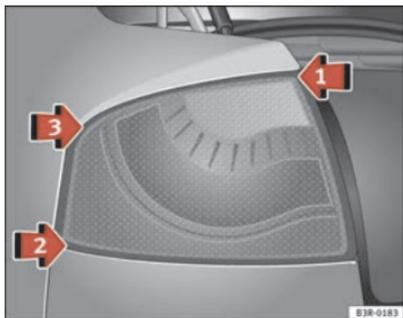
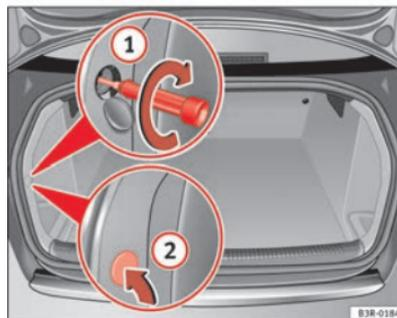

Fig. 215 Montar a unidade de luz traseira
Fig. 216 Porta-bagagens: Posição do parafuso de fixação da unidade de luz traseira
- Coloque a unidade de luz traseira primeiro em ⇒ fig. 215 seta ① no alojamento.
- Pressione ligeiramente a unidade de luz traseira, primeiro no ponto ② e depois no ponto ③ contra o alojamento, até que os cliques assentem firmemente nos apoios de borracha.
- Exerça uma ligeira pressão sobre a parte superior da unidade de luz traseira e fixe-a com a chave de parafusos através do porta-bagagens ⇒ fig. 216 ①.
- Volte a colocar no seu lugar a cobertura do revestimento interior ②.